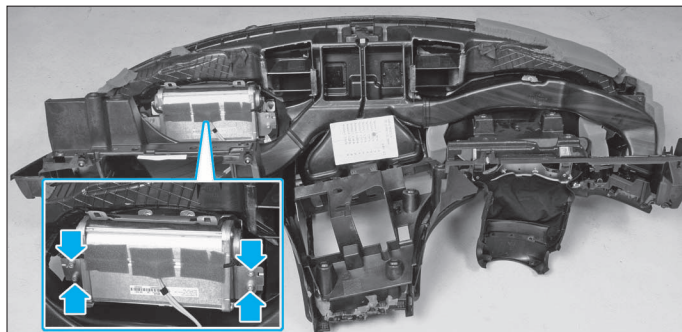

FIG. 8
- Déposer les 4 vis de fixation de l'airbag passager (Fig.8).